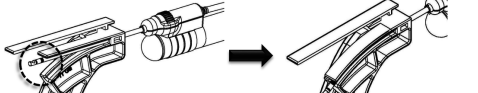

Figura 2
6. Certifique-se de que a mais larga das duas listas pretas na câmara se estende para além da extremidade da aba de flexão antes de dobrar (**Figura 2**). Se esta lista não se estender para lá da extremidade da aba, a broca aspiradora pode não funcionar adequadamente depois de dobrada.
NOTA: A ponta da câmara para as brocas aspiradoras de 15ga, 10cm e 13ga, 10cm não se prolonga além da aba dobrada, como ilustrado em **Figura 2**. Para estas brocas aspiradoras, basta inseri-las (até não entrarem mais) na ferramenta de flexão antes de dobrar.